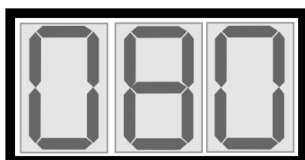

Fig. 3
- En la pantalla se muestra la sigla AUT durante algunos instantes para confirmar la selección del ciclo automático (Fig. 2). Luego, durante la mantecación, se visualiza el valor numérico de consistencia instantánea (Fig. 3).